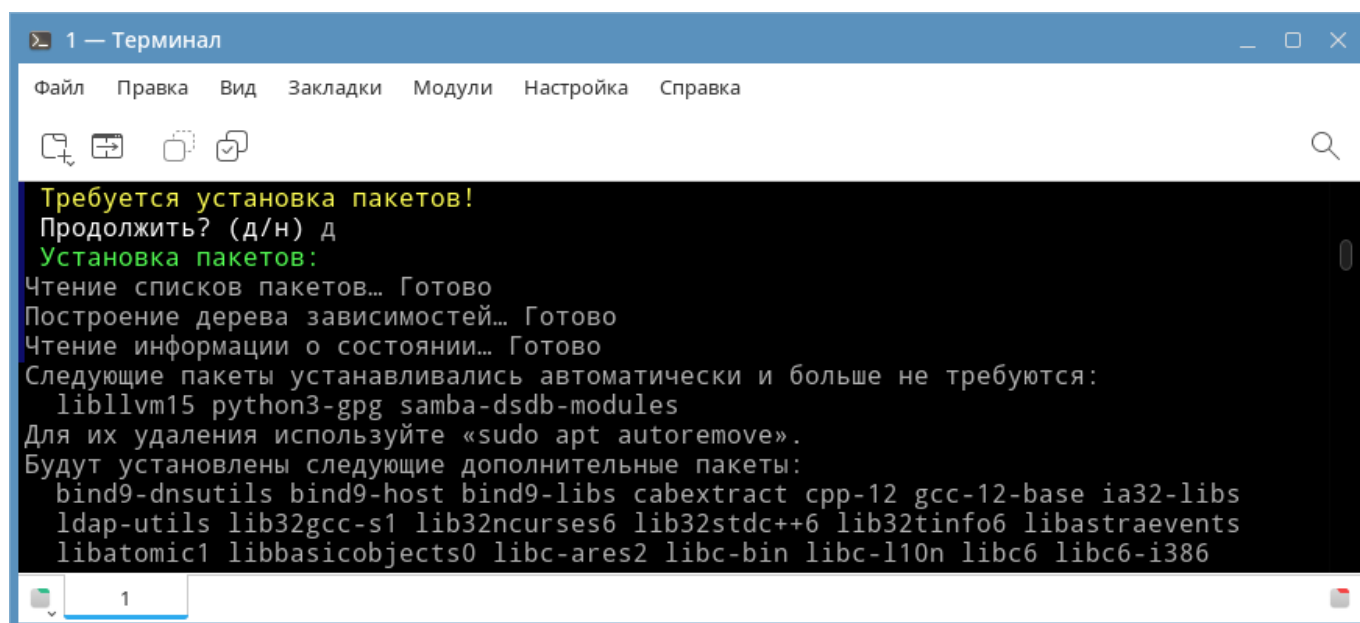
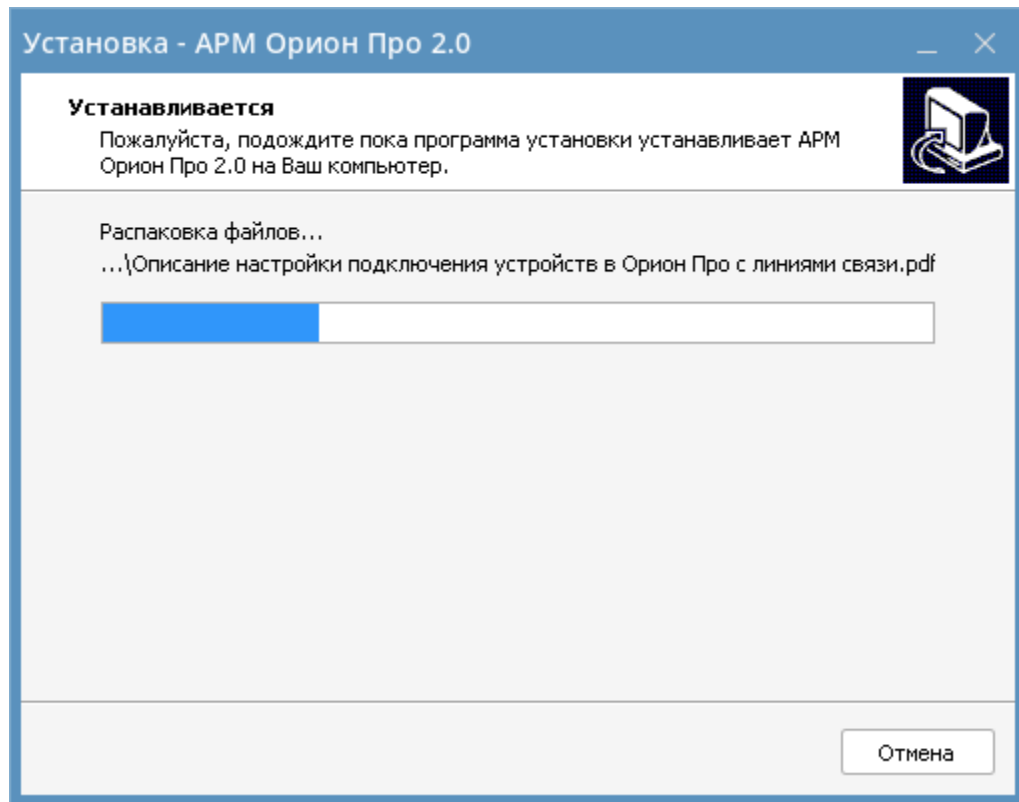

Рисунок 2-13 Подготовка ПК к установке ПО
Рисунок 2-14 Установка АРМ "Орион Про"
- 10) Ожидайте осуществления подготовки ПК (см. Рисунок 2-13) и последующей установки ПО на ПК (см. Рисунок 2-14). В процессе подготовки и установки ПО будут устанавливаться компоненты и необходимые для их работы файлы и утилиты, при этом не следует производить никаких действий;